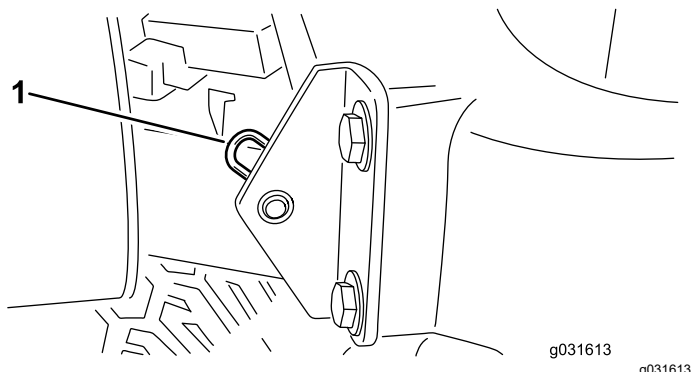

Bild 76
2. Entfernen Sie den Splint, mit dem das Gelenk der Motorhaube an den Befestigungshalterungen befestigt ist (Bild 76).